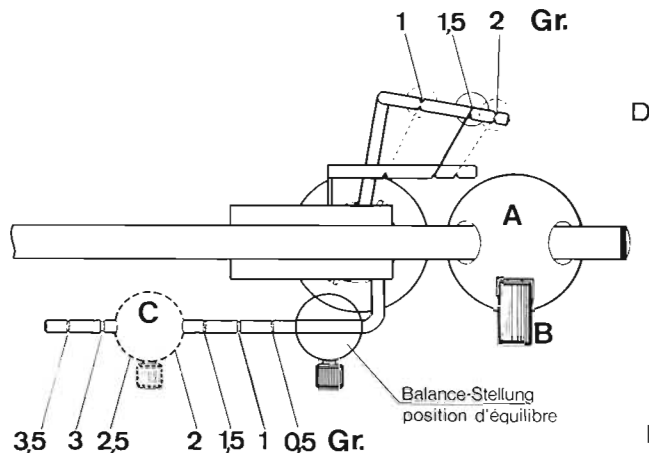

Fig. 5
Pour régler la force d'appui placer le bras lecteur de façon à ce que la pointe de lecture se trouve juste à l'extérieur du plateau tourne-disques, après avoir amené le bouton de commande du bras en position de jeu. Le poids additionnel C doit en outre se trouver en position de repos (« balance ») selon figure 5.
Déplacer le contre-poids A (fig. 5) le long de la partie tubulaire arrière du bras lecteur jusqu'à ce que le bras soit en position d'équilibre indifférent.
Après avoir assuré le bras lecteur dans son support, régler la force d'appui désirée au moyen du poids additionnel C. Le bord avant du poids C doit venir affleurer la division de l'échelle graduée choisie. Chaque division correspond à 0,5 gr. (voir aussi fig. 5).
Ferner muß das Zusatzgewicht C in seiner Ruhelage (Balance) gemäß Fig. 5 sein.
Das Gegengewicht A (Fig. 5) wird nun soweit auf dem Tonarm-Rohr verschoben, bis der Arm waagrecht in der Schwebe bleibt. Bei richtiger Ausbalancierung behält der Arm auch dann seine Stellung, wenn er geringfügig nach oben oder unten von der Horizontalstellung abweicht.
Danach die Rändelschraube B festziehen. Nun wird der Tonarm in seiner Raste gesichert und mit dem Zusatzgewicht C das gewünschte Auflagegewicht eingestellt, wobei die Vorderkante des Zusatzgewichtes C mit dem Teilstrich in Deckung zu bringen ist. Jeder Teilstrich entspricht dabei 0,5 gr. (siehe auch Fig. 5).
Le réglage s'effectue en fonction de la force d'appui choisie, selon figure 5 (D).
Die Antiskatingkraft wird entsprechend dem verwendeten Auflagedruck gemäß Fig. 5 (D) eingestellt.